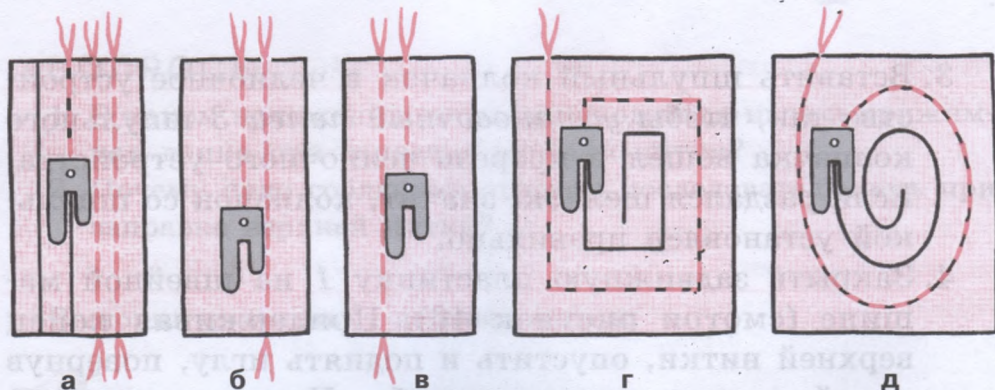

Рисунок 54. Выполнение пробных строчек:
1. Выполнить карандашом разметку на деталях кроя образцов (рисунок 54, а, г, д).
Внимание! При выполнении строчки по ломаной линии (рисунок 54, *г*) на поворотах иглу оставлять в ткани.